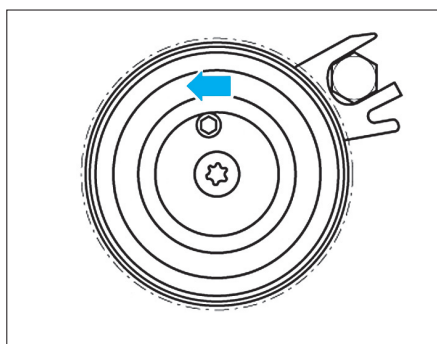

Fig. 11
- À l'aide du six pans creux, tourner le galet-tendeur d'entraînement principal dans le sens antihoraire pour l'amener dans la position représentée (flèche) (Fig.11).